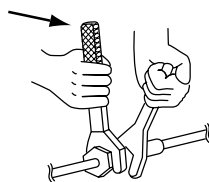

Рис. 18
- Закрутите накидную гайку, а затем затяните ее двумя гаечными ключами – обычным и динамометрическим (см. рис. 18).